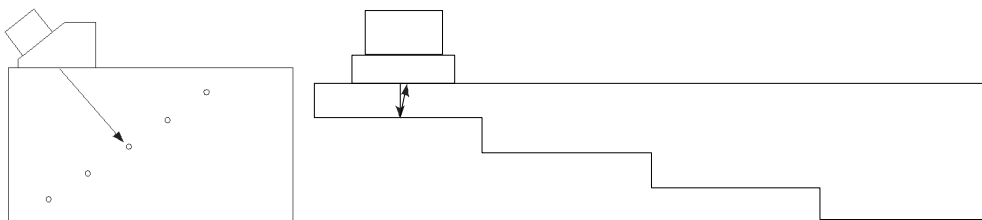

图 5-18 用于 DAC 校准的校准试块
1. 将探头放置于校准试块上，如第 122 页的图 5-18 所示。